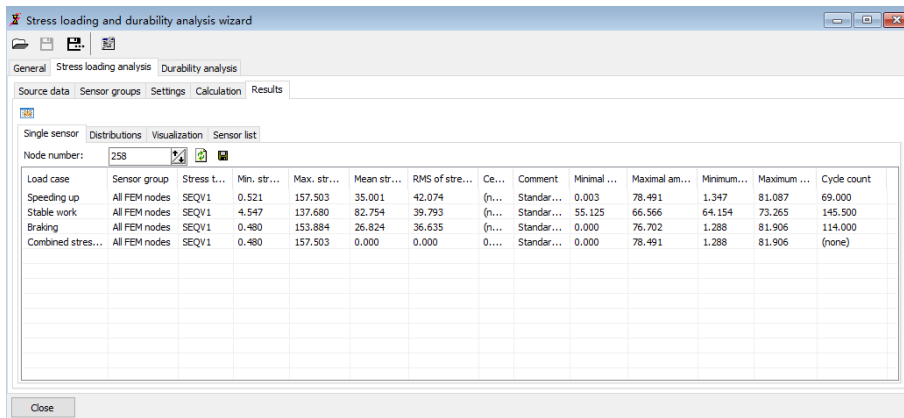

图 2.31
14. 定位到**Stress loading analysis | Results | Single sensor**页面，设置**Node number**为**258**，如图 2.31所示。可见，最大应力幅发生在加速和制动工况。